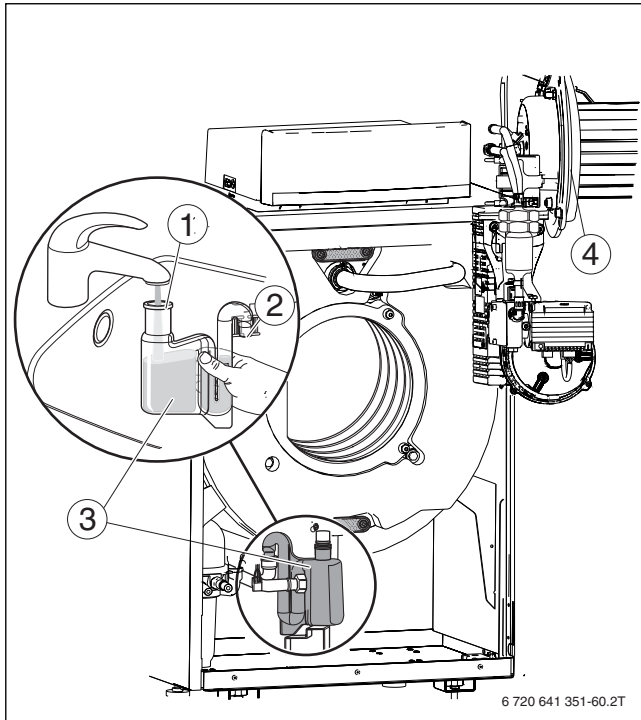

Bild 91 Siphon reinigen
- ▶ Vor Brennermontage den richtigen Sitz des O-Rings (→ Bild 91, [4], Seite 51) überprüfen und gegebenenfalls korrigieren.